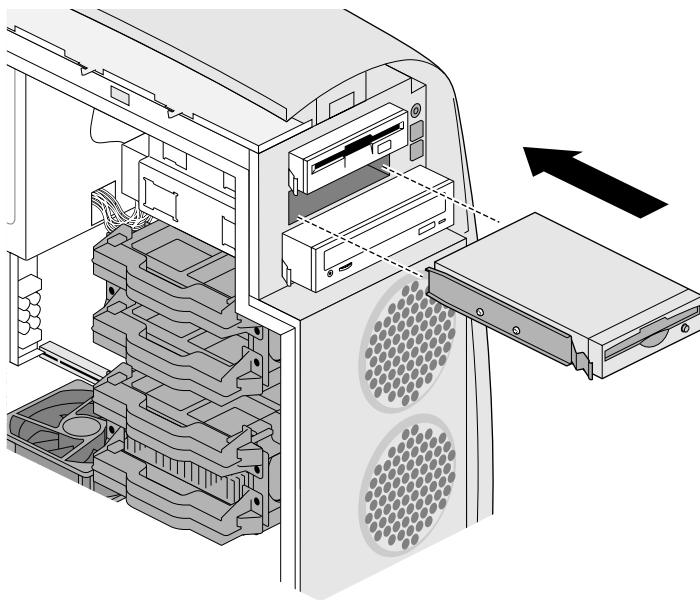

Figura 4-5 Colocando a unidade no seu compartimento
9. Insira a unidade no compartimento. A frente de cada sled trava a unidade no compartimento. Veja a Figura 4-5.
- Conecte o cabo de alimentação à parte posterior da unidade de disquete. O cabo é polarizado para que seja inserido somente de modo correto. Veja a Figura 4-5 para instalar os cabos na unidade de disquete.